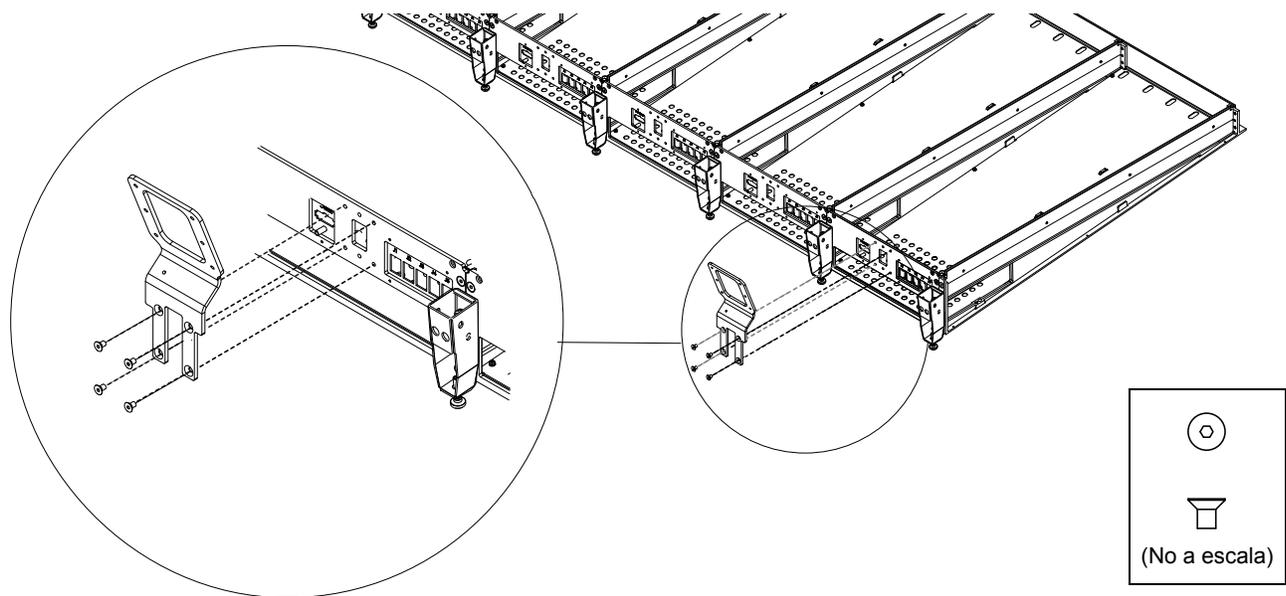

Figura 26. Unir soportes de montaje del módulo de visualización
- 2 Fija el primer soporte de montaje del módulo de visualización a los cuatro agujeros ubicados en el centro de cada placa de unión posterior del chasis de cada canal con cuatro tornillos Allen de cabeza plana. Asegúrate de orientar los soportes correctamente, según se muestra en la Figura 26. No unas un soporte de montaje del módulo de visualización al chasis que contendrá los módulos de la sección máster.